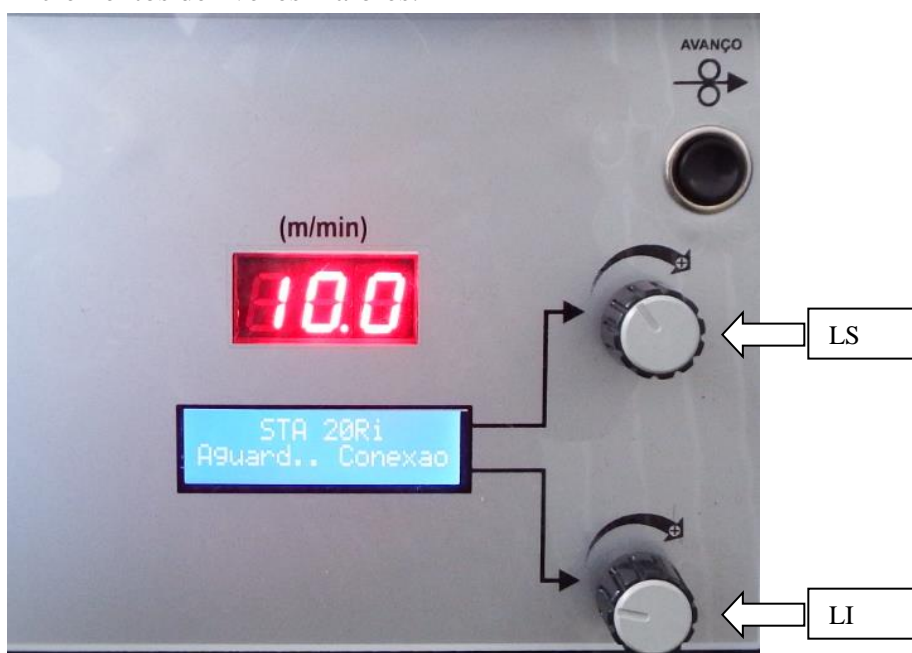

Figura 10.1 – Painel do Alimentador de arame.
O mesmo possui dois displays (figura 10.1), um que mostra a velocidade de arame que está sendo enviada pela fonte, e um display de LCD, com a opção de se ajustar duas variáveis de soldagem. As variáveis são pré-definidas de fábrica. Porém, nos processos com mais de duas variáveis de soldagem, o operador pode modificar a variável que será modificada por cada botão (ver item 3.5.1), através da opção **BOTAO EXTERNO** menu de **CONFIGURAR->GERAL** da fonte.